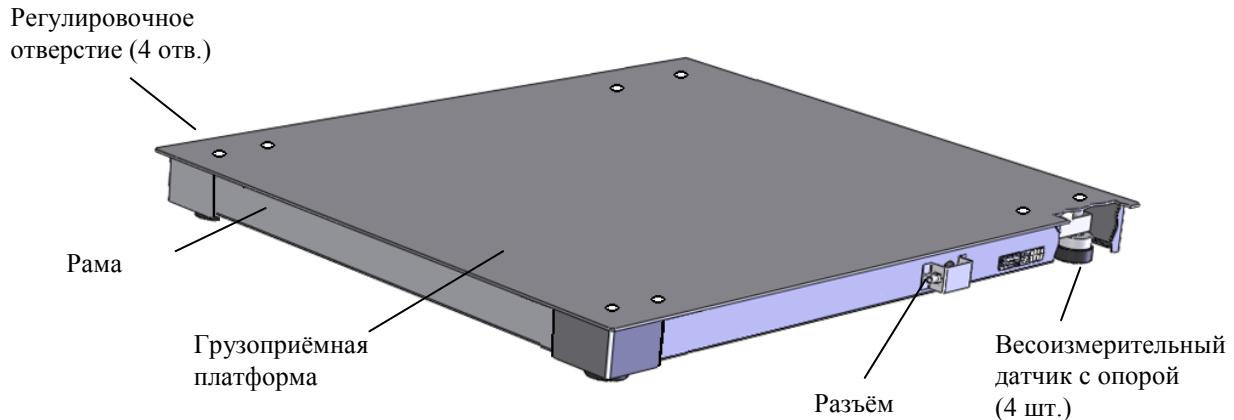

Рис. 8.1 - Модуль взвешивающий 4D-PM_
8.1.1 Модуль представляет собой единую конструкцию из рамы и грузоприемной платформы. В состав модуля входят четыре цифровых весоизмерительных датчика с опорами (Рис. 8.1).